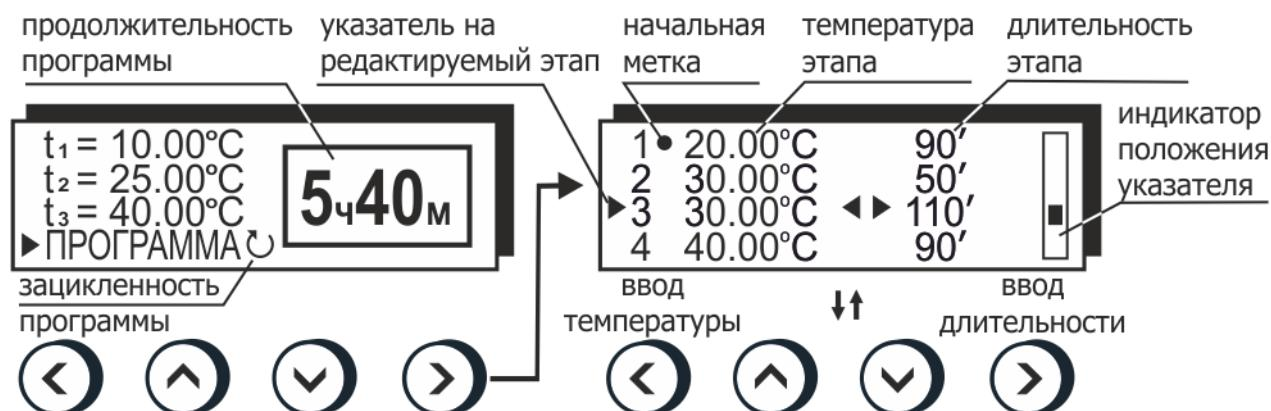

Рисунок 21 — Редактирование программы
- кнопками (\blacktriangle) и (\blacktriangledown) установить номер стартового этапа, он будет отмечен меткой ● в редакторе программы (рисунок 21);